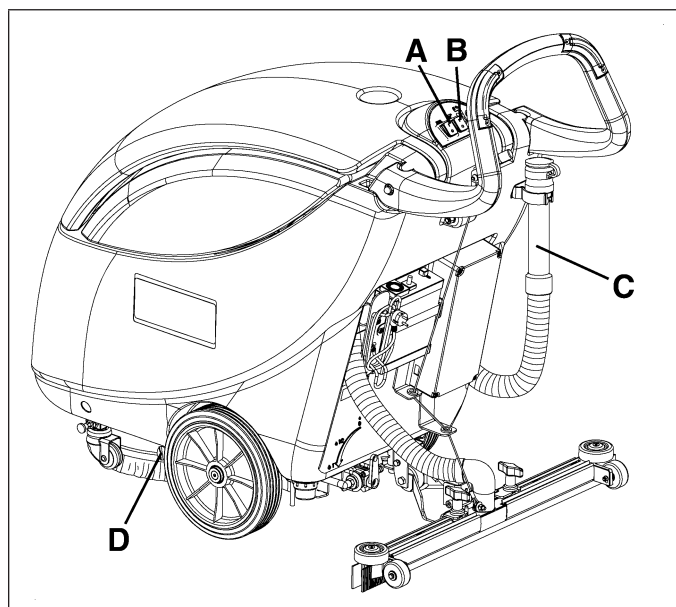
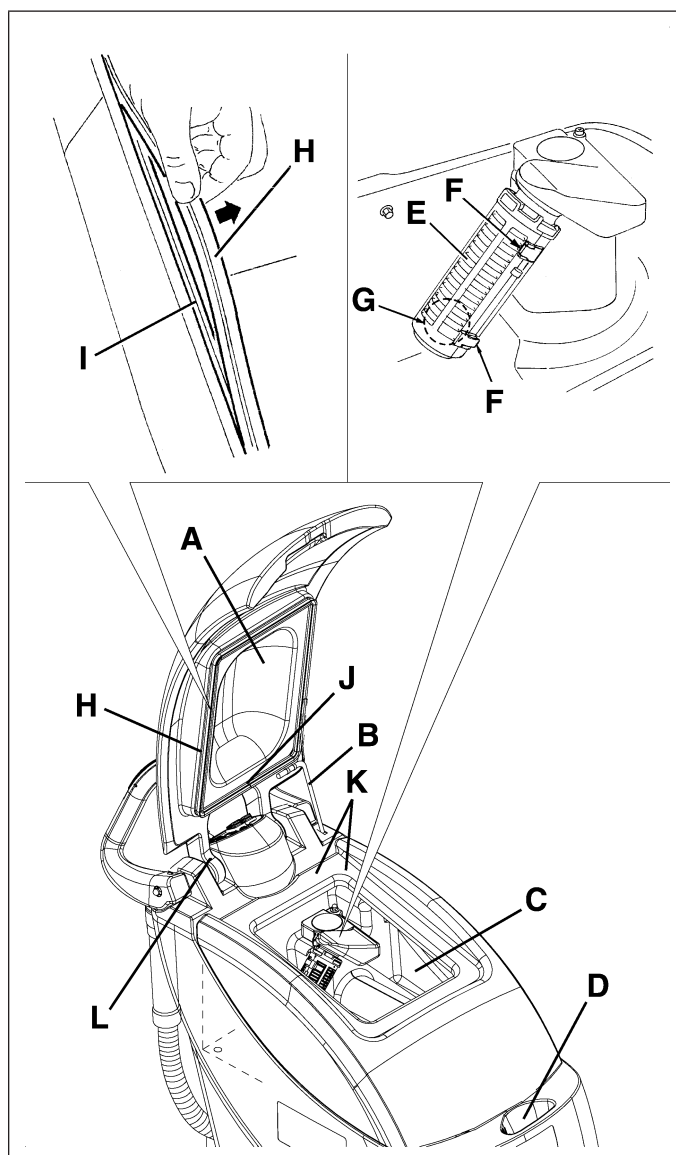

Figure 26
Figure 27
2. Contrôler que les interrupteurs (A et B, Fig. 26) sont en position "0".
3. Soulever le couvercle (A, Fig. 27), insérer le support (B) du couvercle, nettoyer et laver à l'eau propre le couvercle, les réservoirs (C et D) et la grille d'aspiration (E). Vider l'eau des réservoirs à l'aide du tuyau (C, Fig. 26) et de la soupape (D).
4. Si besoin est, dégager les dispositifs de retenue (F, Fig. 27) et ouvrir la grille (E), puis déposer le flotteur (G) et nettoyer soigneusement ; enfin reposer en place.
5. Contrôler l'usure du joint d'étanchéité (H, Fig. 27) du couvercle du réservoir de l'eau de récupération.
Le joint d'étanchéité (H, Fig. 27) permet la création d'une dépression dans le réservoir, nécessaire à l'aspiration de l'eau de récupération.
Si besoin est, déposer le joint d'étanchéité (H, Fig. 27) de son logement (I) et le remplacer.
6. Contrôler aussi l'intégrité et l'efficacité de la surface d'appui (K, Fig. 27) du joint d'étanchéité (H).
7. Contrôler que l'orifice d'aération (L, Fig. 27) n'est pas obstrué, en cas contraire le nettoyer.
L'orifice (L, Fig. 27), en permettant la compensation de l'air dans l'interstice du couvercle, contribue à la création de dépression dans le réservoir.
8. Fermer le couvercle (A, Fig. 27) après avoir inséré le support (B) du couvercle.